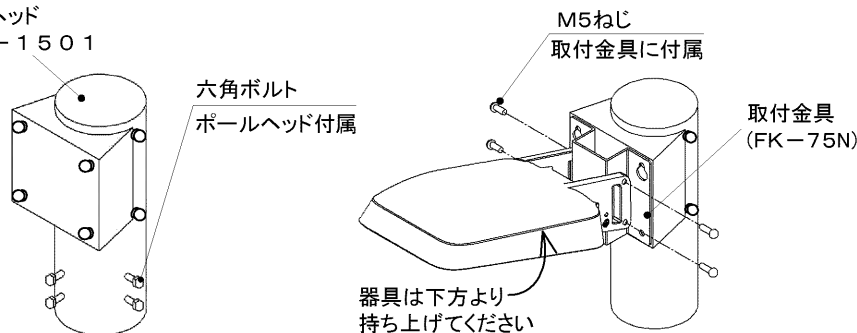

図7 ポールに取り付ける場合
### ●ポールヘッドに取り付ける場合(図7)
4. 取付金具の同梱ねじ4本にて、取付金具と器具を(図7)のように締め付けてください。